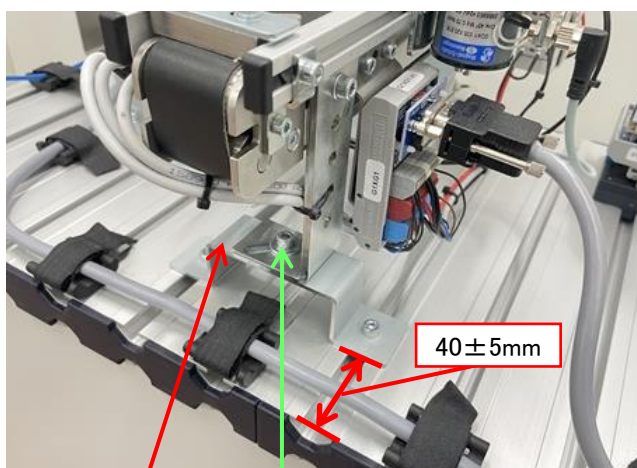

図 3
- (2) 支給部品②をコンベアブラケット下(上流側)に既存部品を再利用して取り付け。(図3参照)